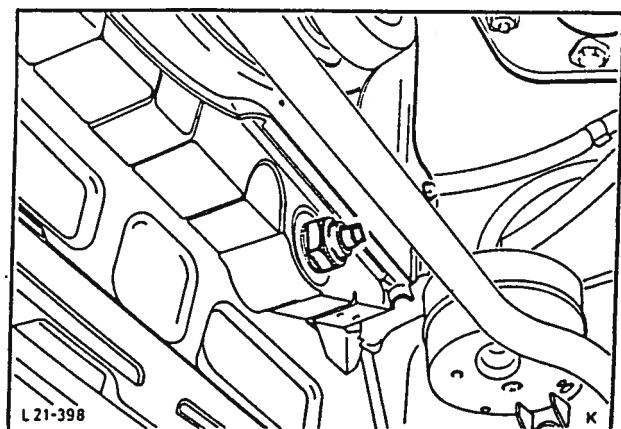

Fig. 12 Losne ledningen for temperaturmålerens sender på radiatoren.
4. Demonter ekspansjonstankens slange fra radiatoren og losne ledningen for temperaturmålerens sender på radiatoren, fig. 12. Demonter dekslet fra radiatoren, skru ut radiatoren (4 bolter) og ta den ut sammen med dekslet.